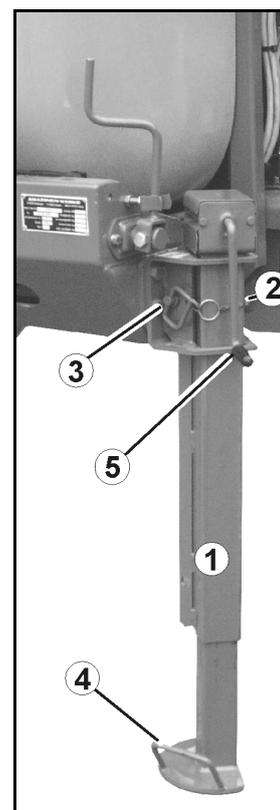

Fig. 41
### Béquille avec manivelle (Fig. 41/1):
1. Desserrez la goupille d'arrêt (Fig. 41/2).
2. Sortez l'axe (Fig. 41/3).
3. Relevez / abaissez la béquille à l'aide de la poignée (Fig. 41/4).
5. A l'aide de la manivelle (Fig. 41/5),